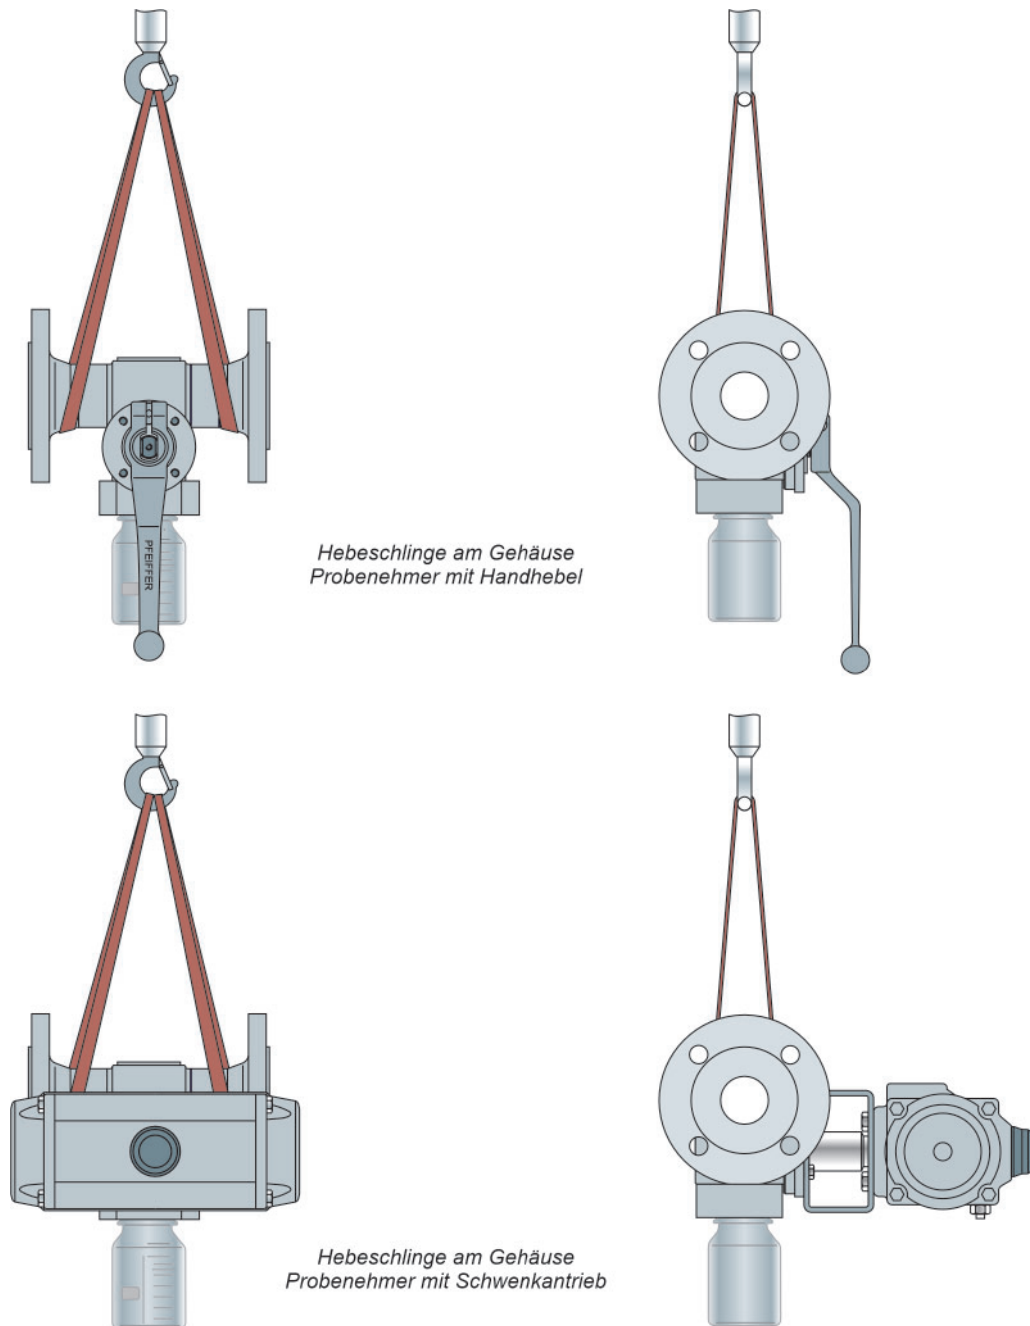

Bild 4-1: Hebepunkte am Probenehmerhahn
- ⇒ Als Tragmittel einen Haken mit Sicherheitsverschluss verwenden, damit die Anschlagmittel beim Heben und Transportieren nicht vom Haken rutschen können, vgl. Bild 4-1.
- ⇒ Je eine Hebeschlinge an den Flanschen des Gehäuses und am Tragmittel (z. B. Haken) des Krans oder Gabelstaplers anschlagen, vgl. Bild 4-1. Dabei die Sicherheit, Tragfähigkeit und Länge der Hebeschlingen beachten